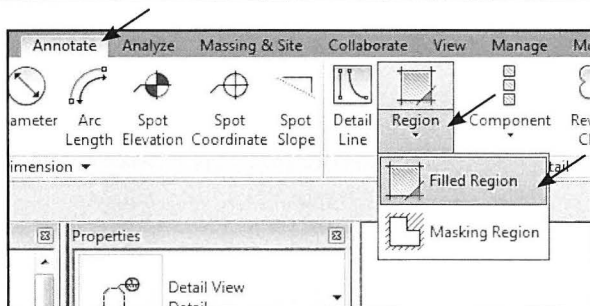

Fig. 15.25. Tegn et område med en anden skravering med: *Annotate - Region - Filled Region*.
- Klik *Annotate - Region - Filled Region* (Fig. 15.25).